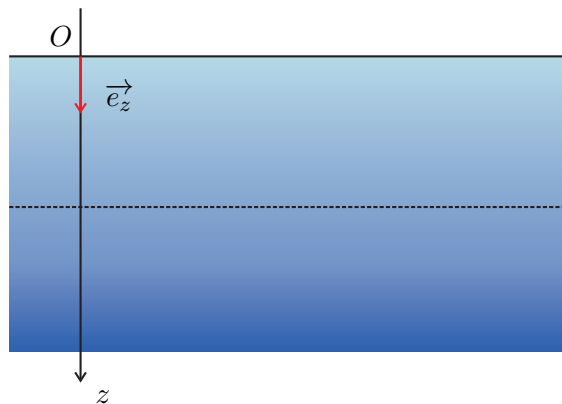

Figure 1 – Océan
On s'intéresse dans cette partie à l'évolution de la pression en fonction de la profondeur. On repère la surface de l'eau par son ordonnée $z = 0$. L'axe est orienté vers le bas (voir figure 1).
On suppose que le champ de pesanteur \vec{g} est uniforme. L'axe (O, \vec{e}_z) étant descendant (Figure 1), la pression dans un fluide de masse volumique ρ vérifie la relation de la statique de fluides :
3.2. Représenter sur une figure similaire à la figure 1 les isobares suivantes : $P = P_0$, $P = 2P_0$ et $P(z)$ ($z > 0$).